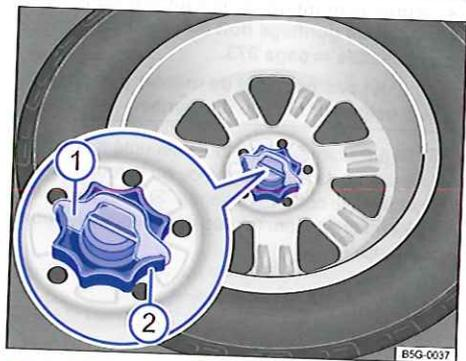

Fig. 220 Dans le coffre à bagages : molette pour la fixation de la roue de secours
- Le cas échéant, retirez la clavette de la sécurité antirotation  $\Rightarrow$  fig. 220 ① vers le haut.
- Dévissez entièrement la molette située au centre de la roue de secours ② en la tournant dans le sens inverse des aiguilles d'une montre puis retirez la roue de secours.